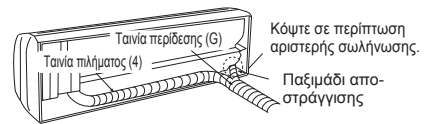

Fig. 1
- 1) Τοποθετήστε μαζί τη σωλήνωση ψυκτικού και το σωλήνα αποστράγγισης και, στη συνέχεια, τυλίξτε καλά με ταινία περιδέσεως (G) από την άκρη. Το πλάτος επικάλυψης της ταινίας περιδέσεως (G) θα πρέπει να ισούται με το 1/3 του πλάτους της ταινίας. Χρησιμοποιήστε ένα στοίχι περιδέσεως στο τέλος της ταινίας περιδέσεως (4).
- 2) Τραβήξτε προς τα έξω το παξιμάδι αποστράγγισης από το πίσω δεξιό μέρος της εσωτερικής μονάδας. (Fig. 1)